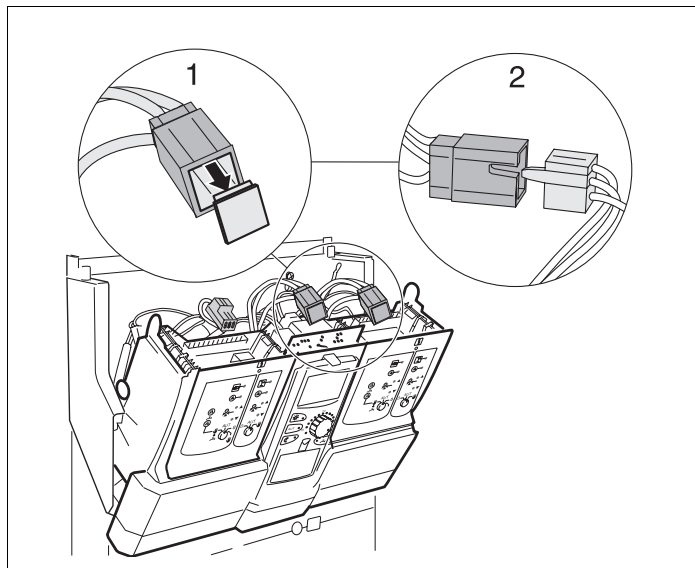

Рис. 8 Подключение разъема 2 к сети
- Удалите заглушку (см. вид 1 на рис. 8) трехполюсного штекера (на кабельном жгуте).
- Вставьте соединительный штекер (230 В) модуля в трехполюсный штекер (см. вид 2 на рис. 8).